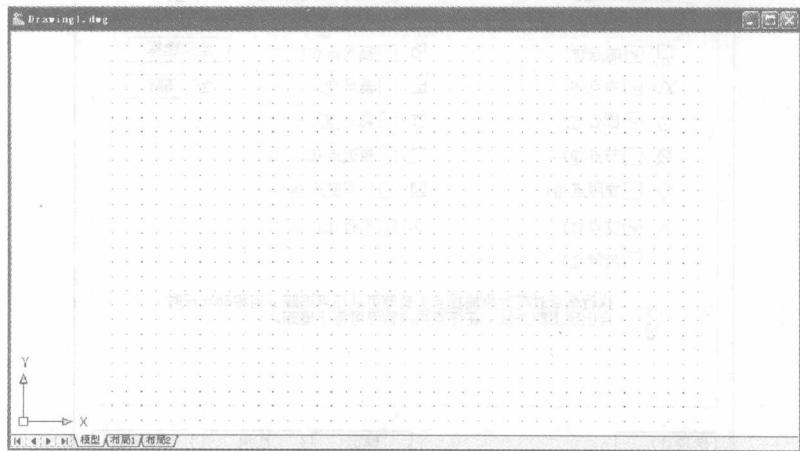

图 1-15 使用栅格显示图形界限区域
- 14) 单击  按钮，关闭“草图设置”对话框，栅格显示在绘图视窗，如图 1-15 所示。